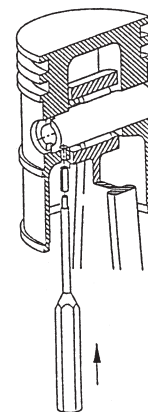

Bild 4
- Sicherungsstift bis zum Auge des Kolbenbolzens bündig einschlagen. (Bild 4)